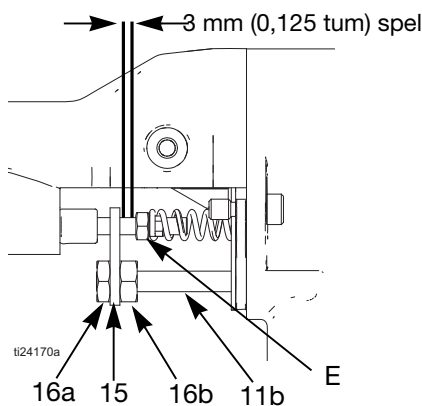

BILD 25. Justering av manöverarm
2. Ta bort luftmunstycket. Se , sidan 31, steg 2. Ta bort pistolhöljet (26).
3. Ta bort låsmuttern (16), manöverstången (15) och justeringsmuttern (16). Se BILD 25.
2. Ta bort luftmunstycket. Se sidan 31, steg 2. Ta bort pistolhöljet (26).
Se BILD 25.
5. Ta bort justeringsmuttern (16a) och manöverarmen (15). Se BILD 25.